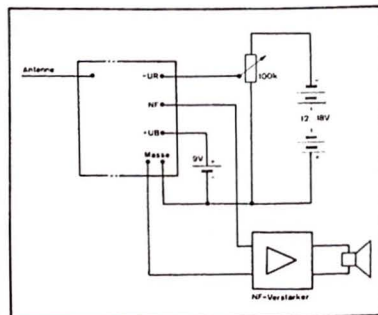

Bild 5. Die externe Beschaltung der Lochrasterplatte für dieses KW-Experiment.
Schwierigkeiten machen, denn das geht genau so wie beim ersten Experiment. Neu ist die Versorgungsspannung (UB) für die Transistoren. Man kann dafür einfach eine 9 Volt-Batterie nehmen. Vorsicht, UB und UR müssen umgekehrt gepolt sein! Bei UR liegt, wie auch schon beim ersten Versuch, der Plus-Pol an Masse. Bei UB muß der Minus-Pol an Masse liegen. Wie und wo angeschlossen wird, ist noch einmal aus Bild 5 zu ersehen.
Bild 5 und 6. Printlayout und Bestückungsplan. Probleme kann es nur beim Relais geben, falls man nicht das passende bekommt.